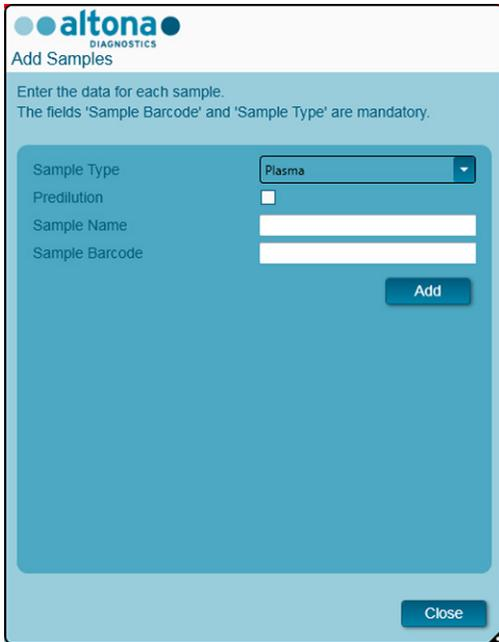

Abb. 6: Dialogfenster Add Samples (Proben hinzufügen)
2. Klicken Sie auf die Schaltfläche **Add Samples** (Proben hinzufügen), um manuell Proben in der Probentabelle hinzuzufügen. Das Dialogfenster Add Samples (Proben hinzufügen) öffnet sich (siehe Abbildung 6).